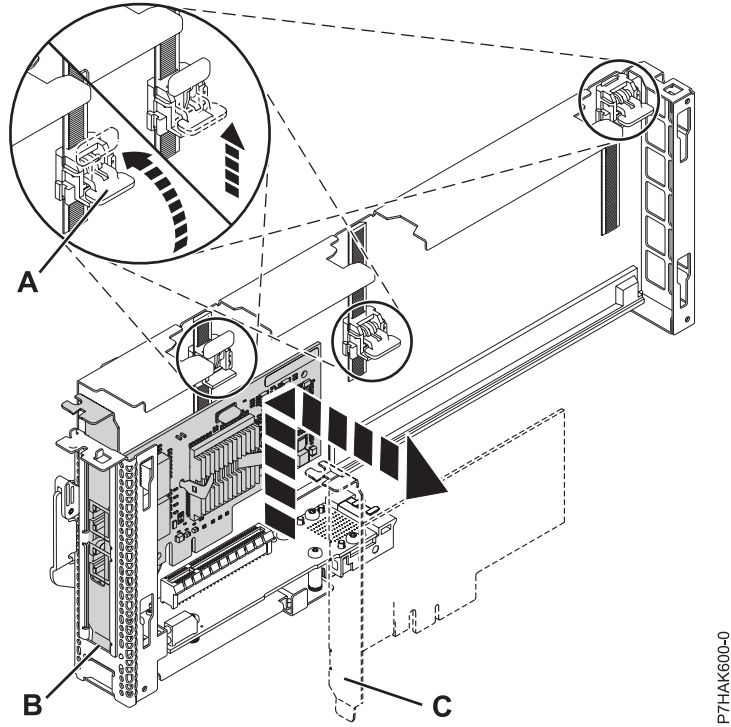

Figure 22. Retrait de la carte de la cassette de cartes PCI
- a. Déverrouillez les crochets de retenue de la carte en faisant tourner les pattes de retenue (A) pour les mettre en position horizontale. Voir figure 22, à la page 29.
- 1) Le bord de l'adaptateur situé à l'extrémité de la cassette, qui contient les poignées de la cassette, est appelé **contre-poupée (C)**.
- 2) Deux pattes de retenue (A) se trouvent sur le dessus de la cassette, le long du bord supérieur de la carte. Faites glisser les pattes de retenus pour dégager la carte..
- b. Retirez la carte de la cassette en maintenant le bord de la carte opposé à la contre-poupée, puis extrayez la carte du fond de la cassette. Faites glisser la carte hors du bloc de retenue de la contre-poupée (B).